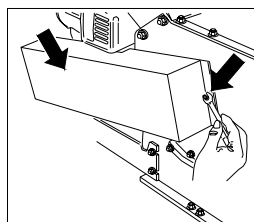

Fig. 16
- Démontez le carter des courroies de transmission comme indiqué fig. 16.